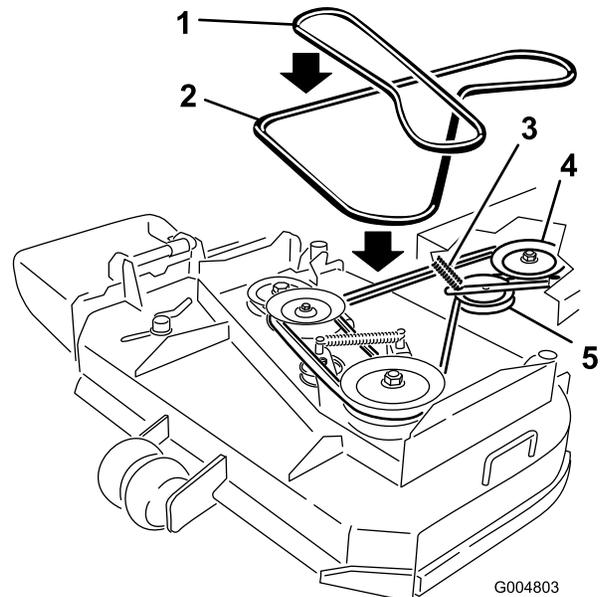

Figura 38
6. Retire la correa de la polea central de la carcasa del cortacésped (Figura 38).
7. Retire la correa de la polea del motor y la polea tensora tensada con muelle (Figura 38).
8. Instale la nueva correa en la polea del motor y la polea tensora tensada con muelle (Figura 38).
9. Coloque la correa en la polea central de la carcasa del cortacésped (Figura 38).